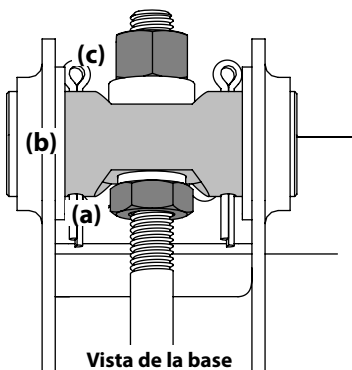

Figura 4-7
5. Con una llave, eleve la parte delantera de la plataforma, para lo que debe aflojar las tuercas de seguridad (a) al frente del pasador de pivote (b) y luego ajuste las contratuercas (c) en la parte posterior de dicho pasador para elevar la parte delantera de la plataforma y sujetarla en su lugar. Vea la Figura 4-7.
6. Con una llave, baje la parte delantera de la plataforma, para lo que debe aflojar las tuercas de seguridad (c) de la parte posterior del pasador de pivote (b) y luego ajuste la contratuercas (a) en el frente de dicho pasador para bajar el frente de la plataforma y sujetarla en su lugar. Vea la Figura 4-7.